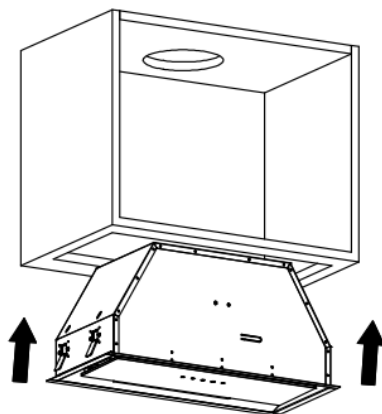

Рис. 3
4. Установите вытяжку в навесной шкаф. См. рис. 3. Используйте отвертку, чтобы зафиксировать вытяжку с помощью шурупов.